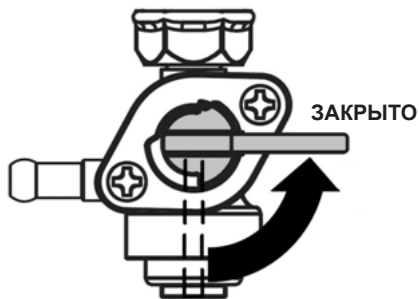

Рис. 12 Топливный кран закрыт
5. Закройте топливный кран (Рис. 12).